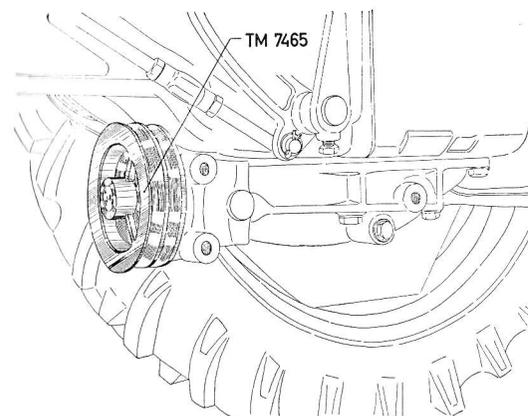

Abb. 1
- Die **Keilriemenscheibe** TM 7465 wird gemäß Abb. 1 auf das freie Gewindeloch der Mähantriebszapfwelle aufgeschraubt.